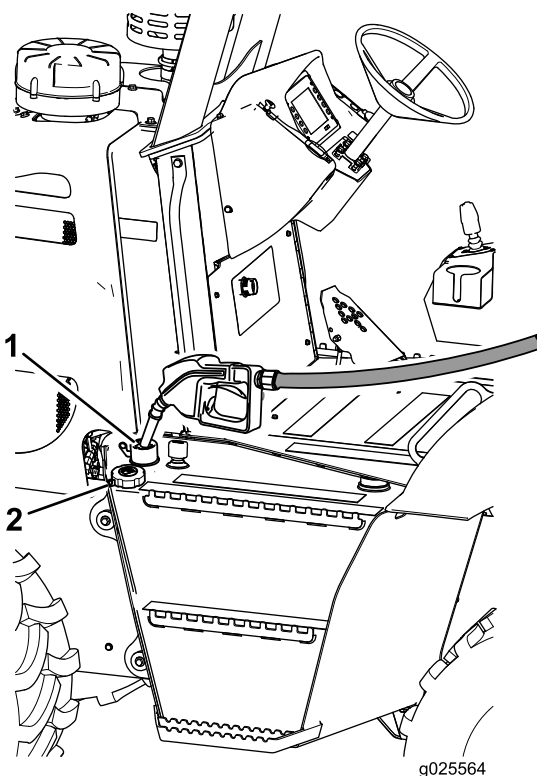

Figura 19
1. Pulite l'area intorno al tappo del serbatoio (Figura 19) e togliete il tappo.